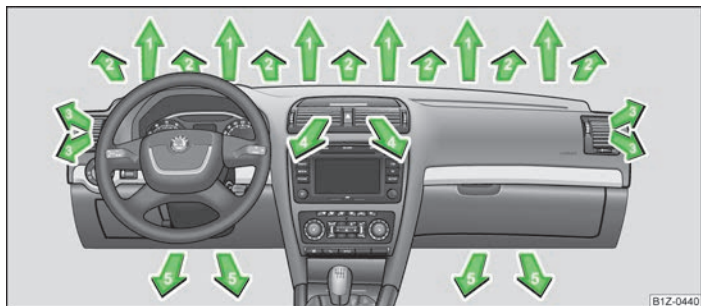
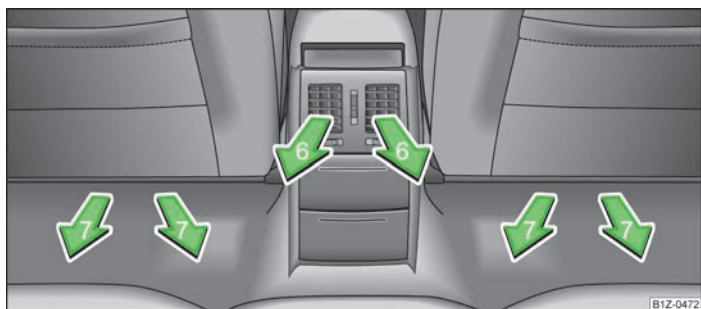

Fig. 86 Fantele de ventilație față
Fig. 87 Fantele de ventilație spate
› Învârtiți roțița verticală » fig. 86 (nu se află în poziția finală).
› Învârtiți roțița verticală » fig. 86 în poziția finală.
- › Pentru modificarea curentului de aer pe înălțime, deplasați grilajul fanțelor de ventilație în sus sau în jos cu ajutorul roțiței dispuse vertical » fig. 86.
- › Pentru modificarea curentului de aer în plan orizontal, învârtiți spre stânga sau dreapta roțița dispusă orizontal la fantele de ventilație. Rotițele randalinate se află la fantele de ventilație 3, 4 » fig. 86 și 6 » fig. 87.
Fantele de ventilație 3, 4 » fig. 86 și 6 » fig. 87 se pot deschide și închide independent.
Fantele de ventilație 6 » fig. 87 sunt prevăzute numai la autovehiculele cu consolă centrală înaltă.
Sarcina fanțelor de ventilație 2 » fig. 86 este aceea de a asigura în regimul de ventilație și răcire o ventilație confortabilă (fără curent de aer) a habitaculului, chiar și atunci când fantele de ventilație 4 » fig. 86 sunt închise.
- Fantele de ventilație **3** » fig. 86 la pagina 80.
- Vă recomandăm, să lăsați gurile de ventilație **4** » fig. 86 la pagina 80 în poziție deschisă.